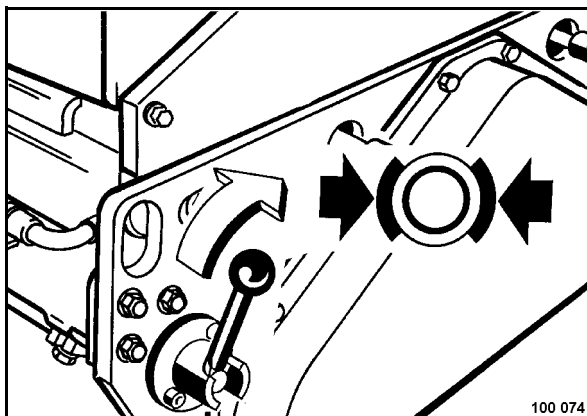

Fig. 35
- Tirar la palanca de accionamiento (Fig. 35) hacia fuera, y encajarla hacia la derecha en el símbolo "Freno de estacionamiento activado".